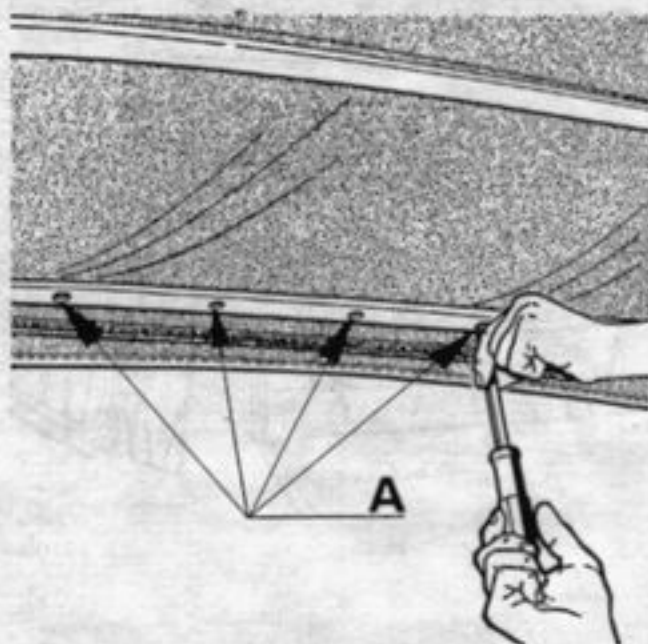

Figure 15
- Déposer les 7 écrous de maintien de la partie AR de capote sur arceau AR (A, figure 15)
- Fixer la partie AR de capote sur l'arceau AR, (A, figure 15)